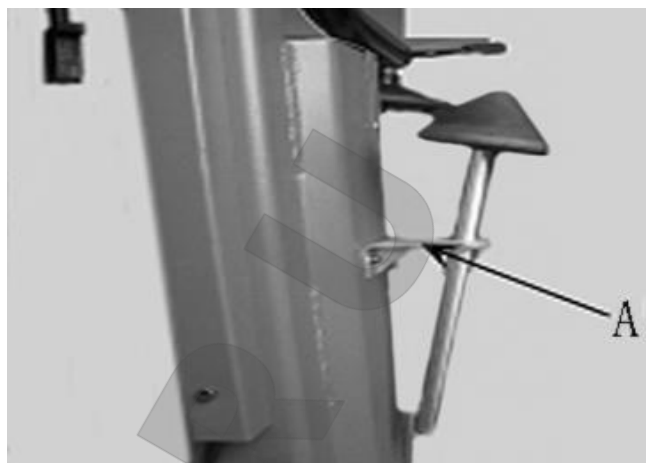

Рис. 7-9
7.1.9 По Рис.7-9 зафиксируйте опорный конус на кронштейне корпуса и установите конус на кронштейне.
положение, снимите конический ролик и поместите его на опору. (Рис.7-9А)